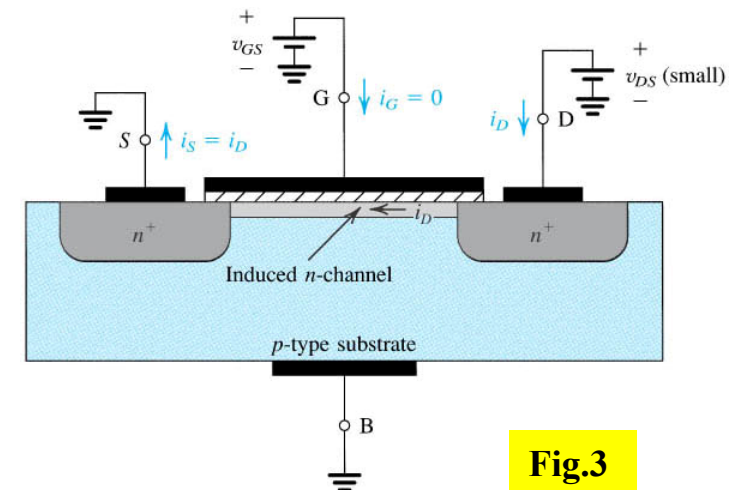

Fig.3
■ Tendo-se já induzido um canal, aplique-se agora uma tensão v_{DS} positiva entre o dreno e a source (Fig. 3).